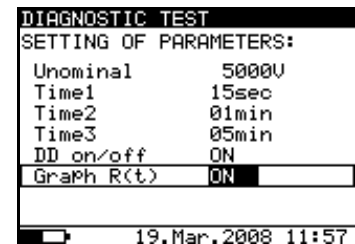

Abb. 19. Einstellmenü für die Messung bei der Diagnoseprüfung
- Drücken Sie die Taste **SELECT**; das Einstellmenü erscheint im Display, siehe **Abb. 19**.